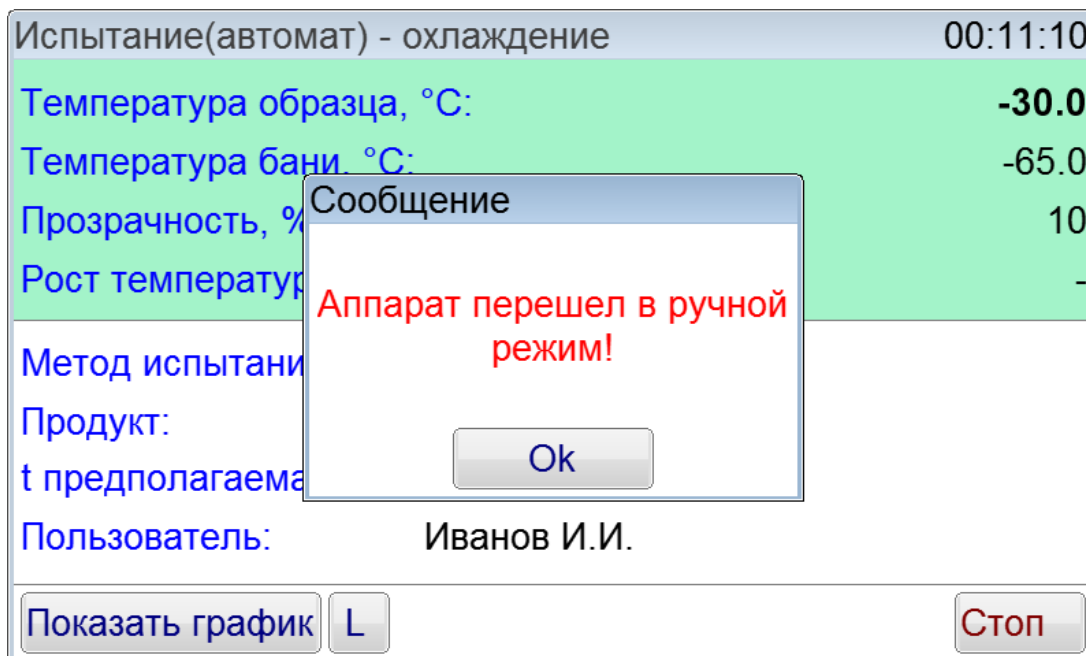

Рисунок 23 – Сообщение о переходе в ручной режим
4.5.8 Если во время испытания в автоматическом режиме технологический блок будет приподнят, аппарат перейдет в режим ручного испытания, о чём будет выведено соответствующее сообщение (рисунок 23). Переключение из ручного режима в автоматический во время испытания невозможно.